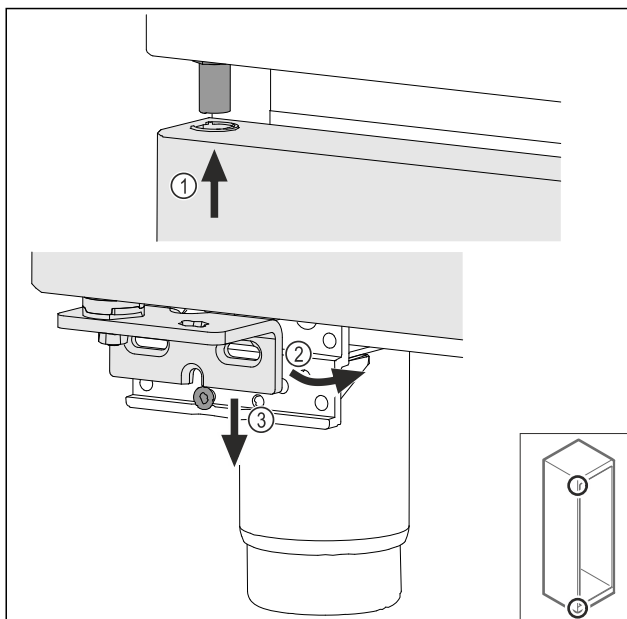

Fig. 49
- ▶ Tür leicht gekippt oben einfädeln Fig. 49 (1), Tür gerade ausrichten Fig. 49 (2) und unten auf die Lagerbockschraube Fig. 49 (3) aufsetzen.